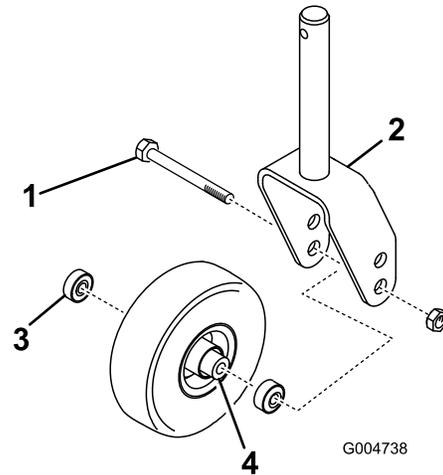

Figure 141
- Retirez le contre-écrou du boulon qui fixe la roue pivotante entre la fourche ou le bras de pivot (Figure 141).
- Maintenez la roue pivotante et sortez le boulon de la fourche ou du bras de pivot (Figure 141).
- Enlevez le roulement du moyeu de la roue et laissez tomber la douille d'écartement à l'extérieur (Figure 141).
- Enlevez le roulement de l'autre côté du moyeu (Figure 141).